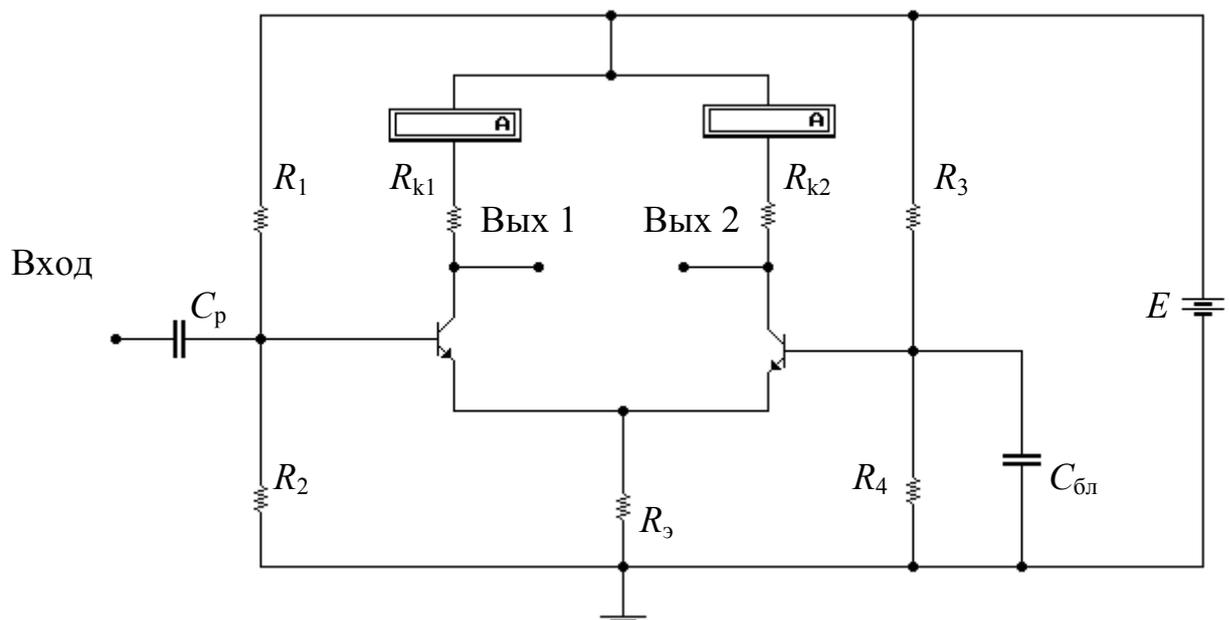

Рис. 7.4. Принципиальная электрическая схема фазоинверсного каскада с эмиттерной связью
Принципиальная схема фазоинверсного каскада с эмиттерной связью показана на рис. 7.4.
10. Как изменится коэффициент усиления по каждому плечу каскада на рис. 7.4, если отключить $C_{ол}$?